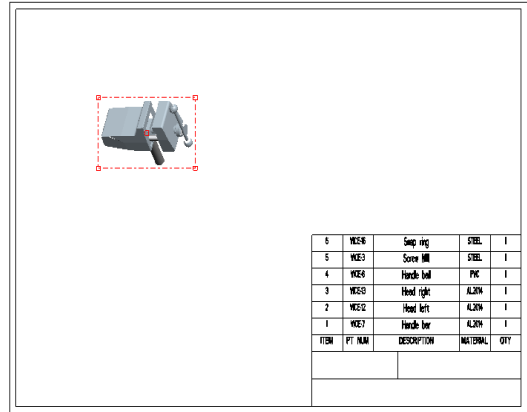

図 12-89 デフォルト方向
- 6) 図面ビューに斜投影を等角投影。モデルビュー名にデフォルト方向を選び、適用、OKする(図 12-89)に示す。